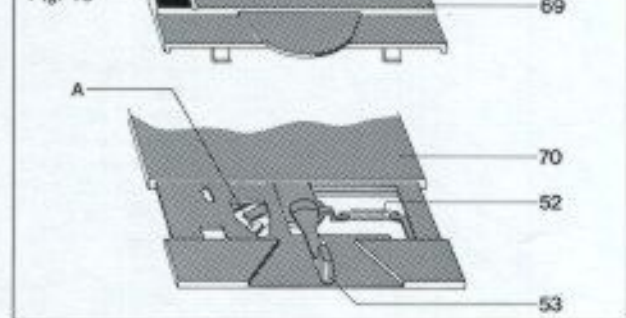

Fig. 17
Bei auf der Stütze befindlichem Tonarm kann mit dem Exzenter (B) der Abstellpunkt (Abstellbereich  $\phi 116 - 122$  mm) verändert werden. Der Exzenter ist durch die in der hinteren Abdeckung befindlichen Bohrung erreichbar. Schaltet das Gerät zu früh oder nicht ab, so ist der Exzenter (B) entsprechend nach rechts oder links zu drehen (Fig. 17).